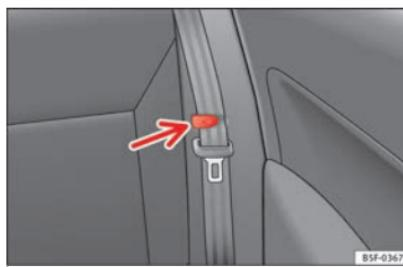

Fig. 153 Morsetto per sostenere la cintura di sicurezza.
- Collocare le cinture di sicurezza laterali nel morsetto del rivestimento » fig. 153.